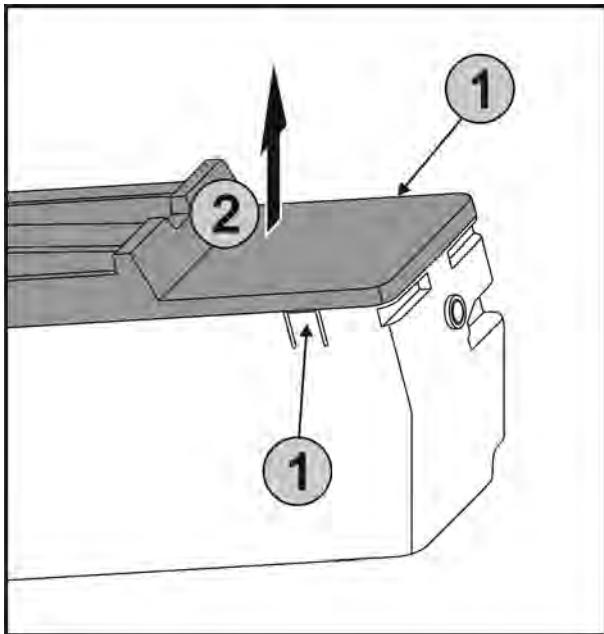

Fig. 38
- Одновременно нажать на накладки Fig. 38 (1) на обеих сторонах EasyTwist-Ice и снять крышку Fig. 38 (2) движением вверх.